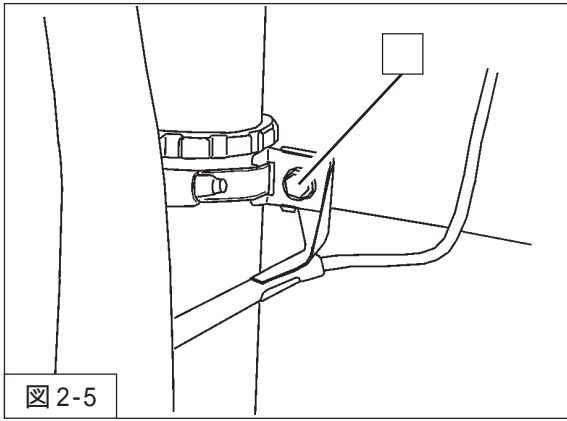

図 2-5
- 5 . ABSセンサーネス取付ボルト（締付トルク：8N・m）を使用して、ABSセンサーネスを取付けてください。（図2-5）